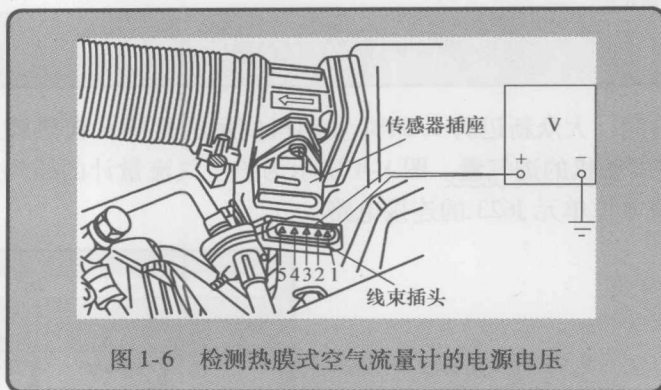

图 1-6 检测热膜式空气流量计的电源电压
1) 热膜式空气流量计各插头端子的说明: ①T5h/5 为空气流量计信号线, 电压在 $0 \sim 5\text{V}$ 之间变化; ②T5h/4 为搭铁线, 在车身线束 B702 中; ③T5h/3 为电源线, 打开点火开关时, 由点火开关 15 号线 J527 向转向柱电子装置电控单元提供电源信号, 再向 J519 提供电源号, J519 向 J329 提供电源使继电器吸合, 并经熔丝 SC22 (5A) 向空气流量计提供蓄电池电压; ④T5h/2 为进气温度传感器信号线, 温度低时电压高, 温度高时电压低, 如在 20°C 时电压在 $0.5 \sim 3\text{V}$ 之间; ⑤T5h/1 为电源信号线, 由发动机电控单元 J623 提供 5V 参考电压。
2) 检测电源电压。关闭点火开关, 拆下空气滤清器, 再打开点火开关, 即置于 ON 位置, 不起动发动机; 用万用表的电压档测量空气流量计插头中的 T5h/3 端子 (正信号线) 与 T5h/4 搭铁线端子 (负信号线) 之间的电压值, 该电压值为蓄电池电压; 然后用万用表测量插头 T5h/5 端子与 T5h/4 搭铁线端子间的电压值, 该电压的标准值应为 5V , 如图 1-6 所示。